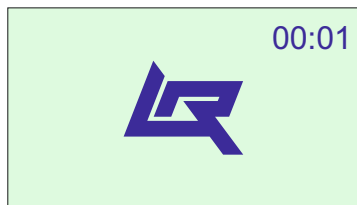

Рисунок 7
4.11.6 В исходном состоянии, когда ПУОЗ находится в дежурном режиме, на экране отображается окно (рисунок 7).
- дежурный режим ПУОЗ в окне экрана (рисунок 7);